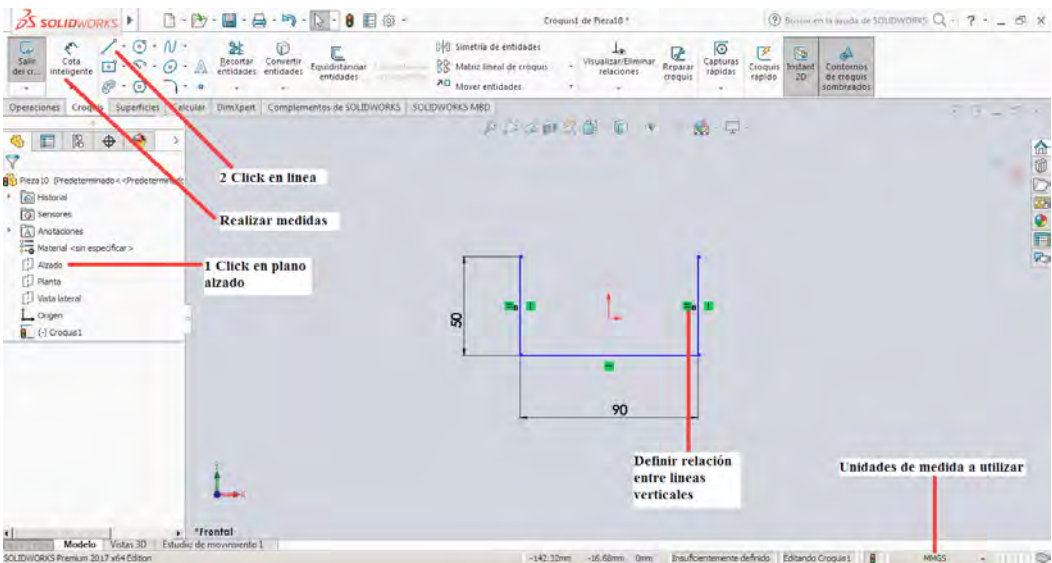

Figura 2-31
2. Click en Línea y se realiza el dibujo que se muestra en la figura 2-31, teniendo en cuenta que las medidas se realizaran en MMGS (Milímetros, Gramos y Segundos) y aplicando la herramienta de cota inteligente.